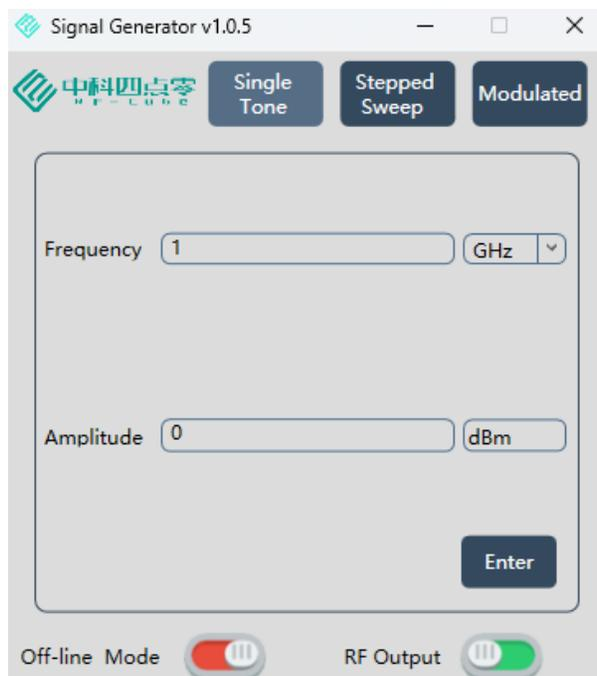

图12. 信号输出设定完成后界面图
在设置与显示区②完成设定后，点击开关控制区③的右侧 RF Output 开关，开关颜色变为绿色后产品前面板指示灯同时变为绿色，完成设定信号的输出；如图 12 所示：